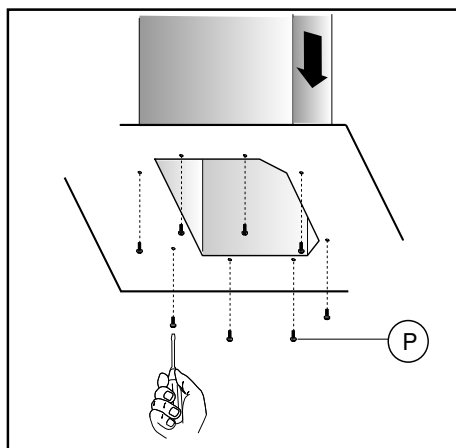
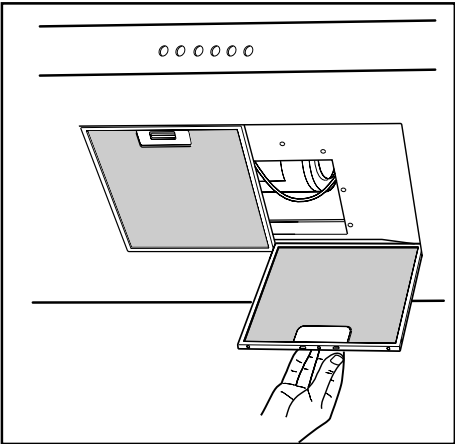

Fig.14
Fig.16
- La distanza minima fra la superficie di supporto dei recipienti di cottura sul dispositivo di cottura e la parte più bassa della cappa da cucina deve essere di almeno 65 cm. Se dovesse essere usato un tubo di connessione composto di due o più parti, la parte superiore deve essere all'esterno di quella inferiore. Non collegare lo scarico della cappa ad un condotto in cui circolino aria calda o utilizzato per evacuare fumi degli apparecchi alimentati da un'energia diversa da quella elettrica. Prima di procedere alle operazioni di montaggio, per una più facile manovrabilità dell'apparecchio disinserire i filtri/antigrasso (Fig.16).
- Se il vostro apparecchio è dotato di camino inferiore che necessita di fissaggio al corpo cappa con le viti, rimuovere dalla cappa i filtri antigrasso agendo sulle apposite maniglie (Fig.16). Avvitare quindi il tubo camino inferiore dall'interno della cappa, utilizzando le viti **P** (Fig.14). Provvedere infine a ricollocare i filtri nel loro alloggiamento.